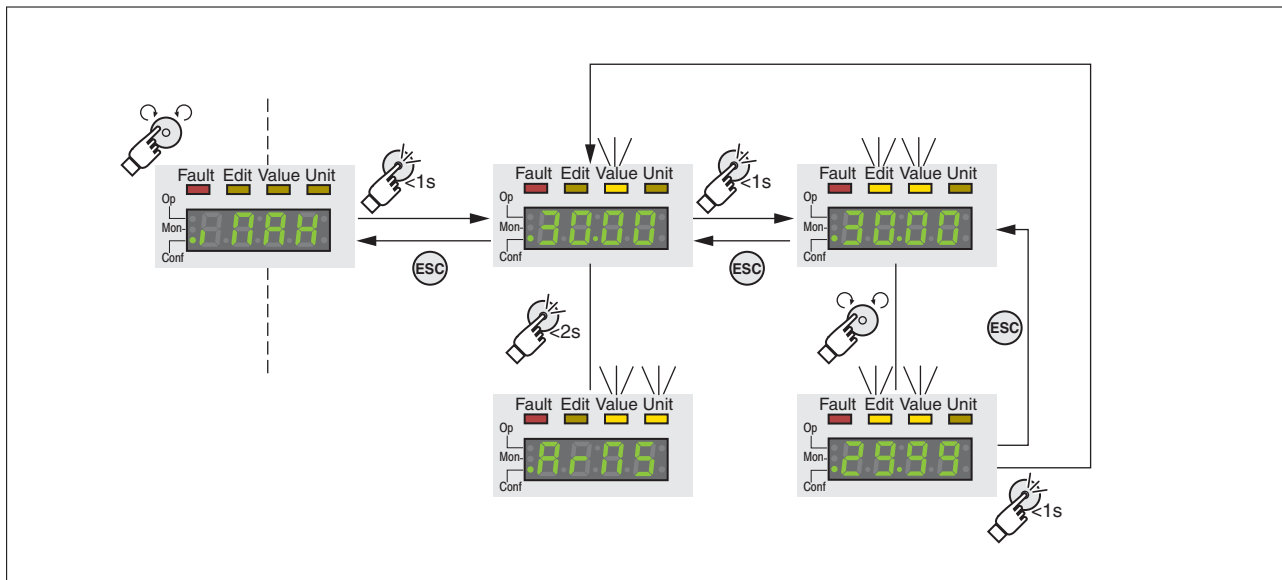

Ilustración 38: HMI integrada, ejemplo para ajuste de parámetros
- El parámetro  $i_{PRH}$  (iMax) puede visualizarse en la indicación de 7 segmentos, véase Ilustración 38.